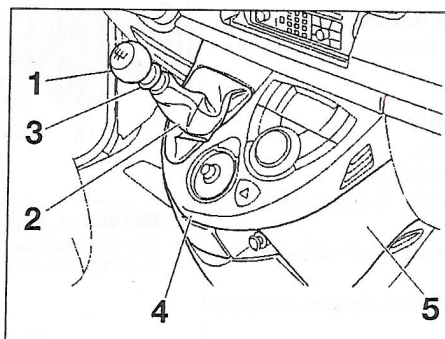
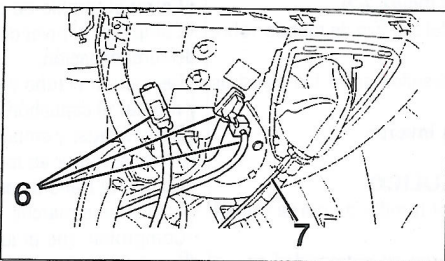

Figura 3-1
Figura 3-2
- Desmontar el pomo (1) y desengrapar el fuelle (2) de la palanca de velocidades (figura 3-1).
- Desmontar el cable de mando de marcha atrás de la funda (3).
- Desengrapar el frontal (4) de mando multifunción.
- Desmontar los insonorizantes derecho e izquierdo (5).
- Sacar los conectores (6) (figura 3-2).
- Separar el cable de mando de marcha atrás (7).
- Desmontar el frontal (4) de mando multifunción (figura 3-1).